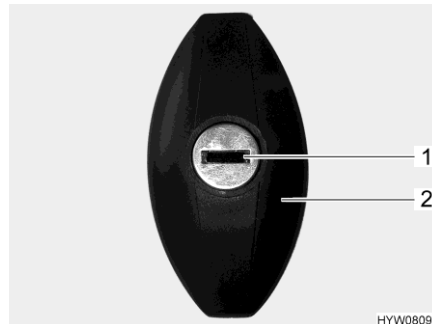

Fig. 39 Serrure du portillon (en forme d'ellipse, fermée)
- Insérer la clé dans le barillet (Fig. 39,1) et la tourner d'un demi-tour dans le sens inverse des aiguilles d'une montre. La poignée de la serrure (Fig. 39,2) ressort.